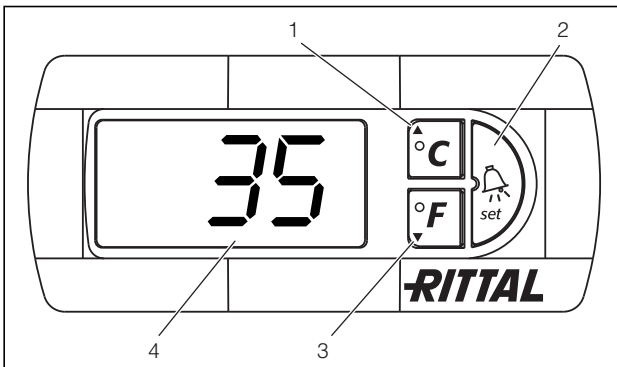

Рис. 18: Комфортный контроллер
Комфортный контроллер оснащен 7-сегментным дисплеем (рис. 18, № 4). После включения электропитания на нем в течение примерно 2 сек. отображается актуальная версия программного обеспечения.
Программирование агрегата производится кнопками 1 – 3 (рис. 18). Параметры программирования также отображаются на дисплее.
- Нажмите одновременно кнопки 1 и 2 (рис. 18) и удерживайте мин. 5 сек.
Кнопки 1, 2 и 3 (рис. 18) позволяют изменять 24 параметра в заданных диапазонах (мин. значение, макс. значение).